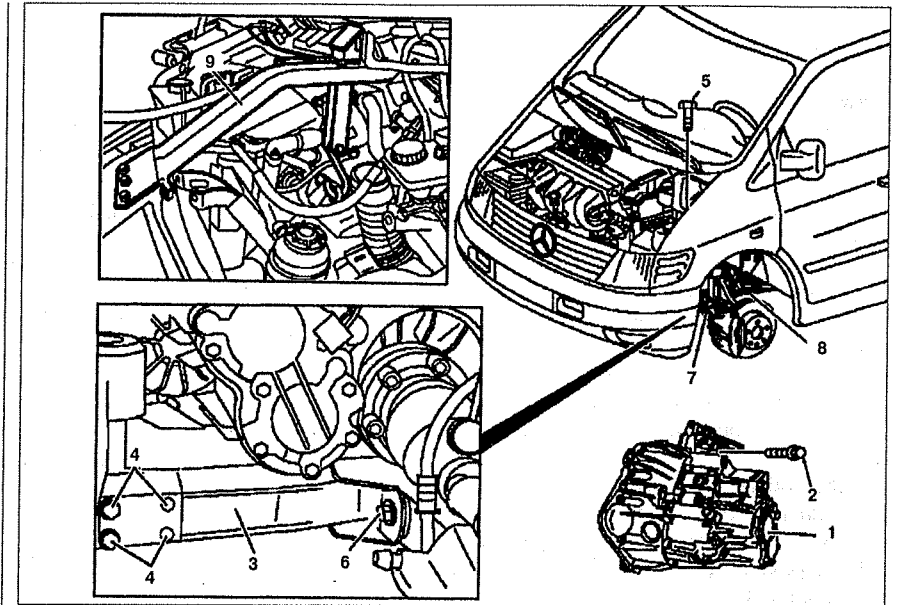

Рис. 6.9. Снятие и установка коробки передач (автомобили с двигателем 611.980):
31. Отсоединяйте левую вилку 7 в области продольной балки 3 от подрамника до тех пор, пока резиновая втулка 8 не отсоединится от шкворня (см.рис.6.9).